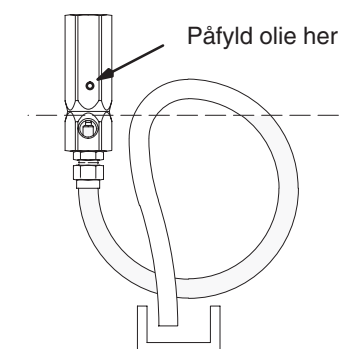

Fig. 1
- I forbindelse med materialer, der hærdes ved kontakt med luften, skal der indsættes en sløjfe på afgangsledningen. Ledningen skal fyldes med en forenelig olie for at forhindre tilstopning af afgangsledningen efter trykaflastning. Se Fig. 1. Afgangsledningen må ikke forbindes til tilførselsbeholderen. Dermed forhindres forurening fra olien. Hætten skal også påfyldes forenelig olie gennem hullet for at forhindre nålen/pakningen i at brænde sammen i tilfælde af væskeudsvingning.